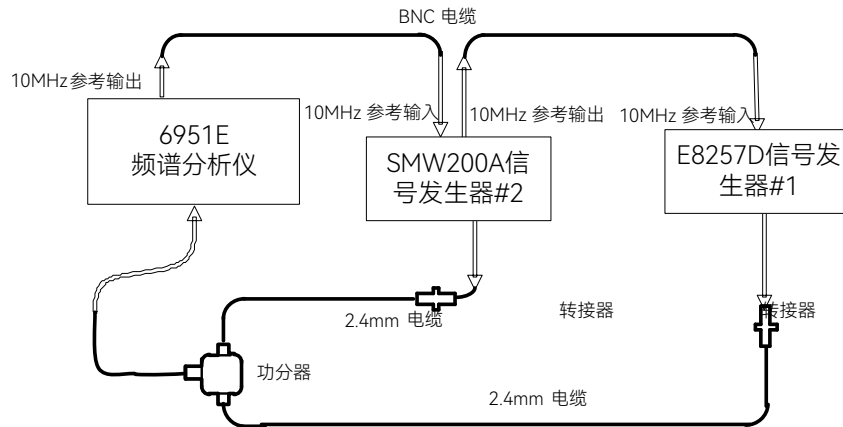

图7.2 频率扫宽测试
- 1) 开机预热 30 分钟,按图 7.2 连接测试设备,6951E 为两台信号发生器提供 10MHz 频率参考。